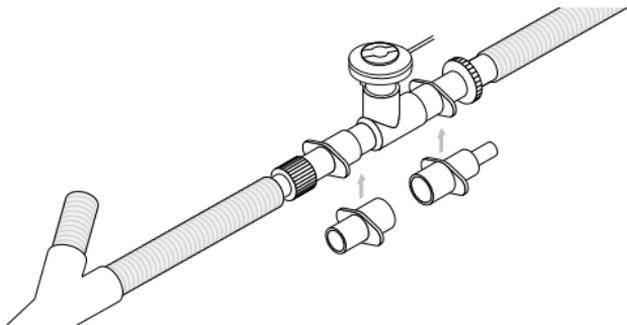
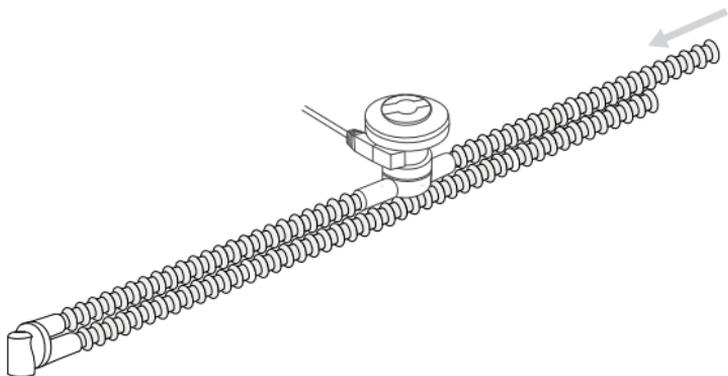

Abbildung 7. Anschluss an ein Beatmungsschlauchsystem für Kinder
Abbildung 8. Anschluss an ein Beatmungsschlauchsystem für Neugeborene mit dem T-Stück für Neugeborene
2. Bei **Beatmungsschlauchsystemen für Kinder** den Vernebler mit dem T-Stück für Kinder im Inspirationschenkel des Beatmungsschlauchsystems vor dem Y-Patientenanschlussstück anschließen (Abbildung 7).
1. Bei **Beatmungsschlauchsystemen für Neugeborene** den Vernebler mit dem T-Stück für Kinder und den Adaptern für Neugeborene circa 30 cm (12 in.) vom Y-Patientenanschlussstück entfernt anschließen (Abbildung 7). Alternativ kann der Vernebler mit dem T-Stück für Neugeborene 30 cm (12 in.) vom Y-Patientenanschlussstück entfernt angeschlossen werden (Abbildung 8).